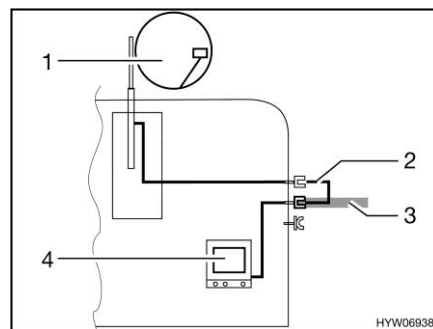

Bild 109 TV i fordonet
- TV i fordonet (Bild 109,4): Anslutning till takantenn (Bild 109,1) med anslutningskabel (Bild 109,2)
- TV i fordonet (Bild 109,4): Anslutning till extern antenn (Bild 109,3)